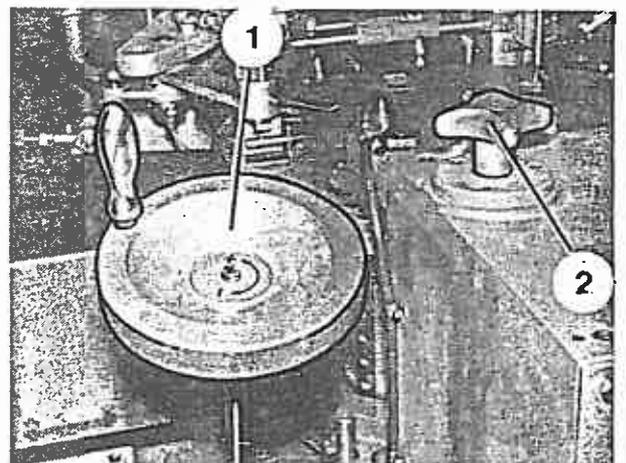

Bild 130
9. Durch entsprechendes Verdrehen des Handrads (Bild 130/1) Abfüllgewicht einstellen.